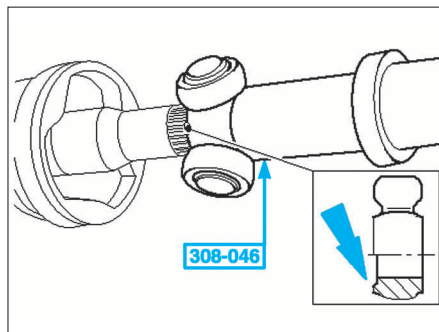

FIG. 5
- À l'aide d'un maillet ou d'un jet approprié (outil Ford 308-046 ou 16-016), emmancher le tripode sur l'arbre (Fig.5) puis reposer un circlips neuf.
Le tripode comporte un chanfrein qui doit être dirigé à l'opposé du jonc d'arrêt (Fig.5).